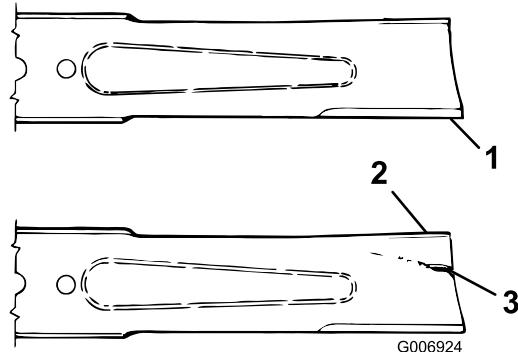

図 86
3. ブレードの切っ先を注意深く観察、特に、直線部と曲線部が交わる部分をよく観察する図 86。磨耗が進んでいる場合図 86 には、ブレードを交換する ブレードの取り外し \(ページ 62\) を参照。